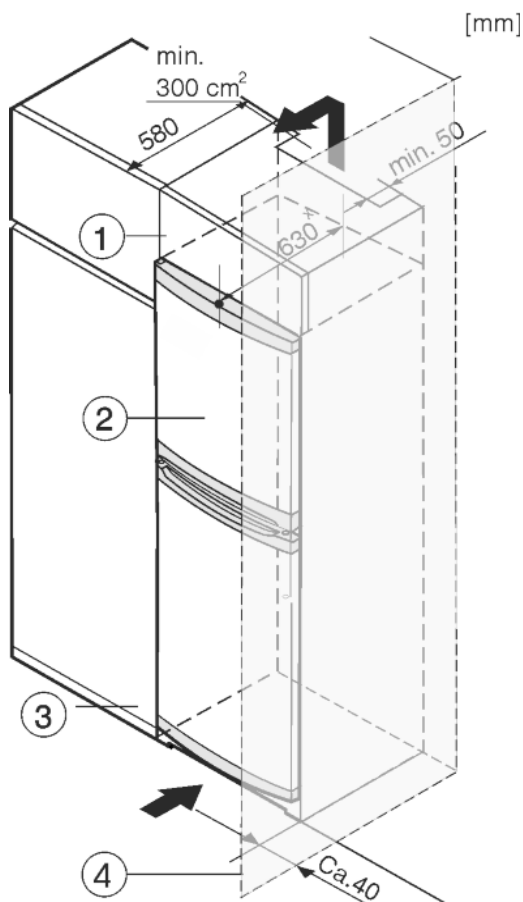

Fig. 8
(1) Dulap suspendat
(2) Aparat
(3) Dulap de bucătărie
(4) Perete
Aparatul poate fi refăcut cu dulapuri de bucătărie. Pentru a aduce aparatul Fig. 8 (2) la același nivel cu mobilierul de bucătărie, se poate monta deasupra aparatului un dulap suspendat Fig. 8 (1).
La integrarea în dulapurile de bucătărie (adâncime maximă 580 mm), aparatul poate fi amplasat direct lângă dulapul de bucătărie *Fig. 8 (3)*. Aparatul iese în afară în partea laterală cu 34 mm x, iar în centrul aparatului cu 50 mm x, în raport cu suprafața frontală a dulapului de bucătărie.
Atunci când aparatul este montat cu balamalele lângă un perete *Fig. 8 (4)*, distanța dintre aparat și perete trebuie să fie de minim 40 mm. Această valoare corespunde proeminenței mânerului cu ușa deschisă.